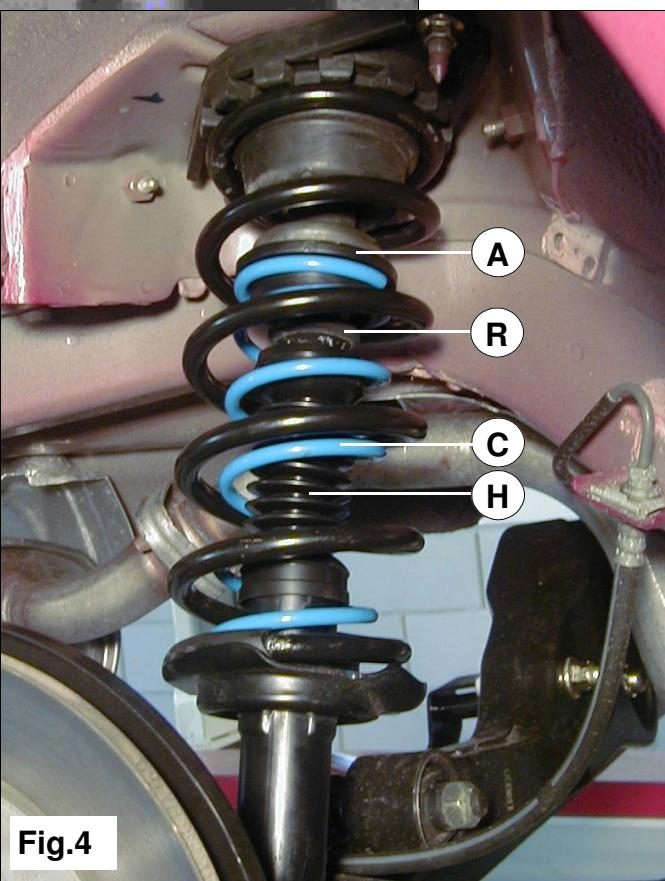

Fig.4
8. Plaats hulpveer **C** op de schokdemper. (Zie fig.4.)